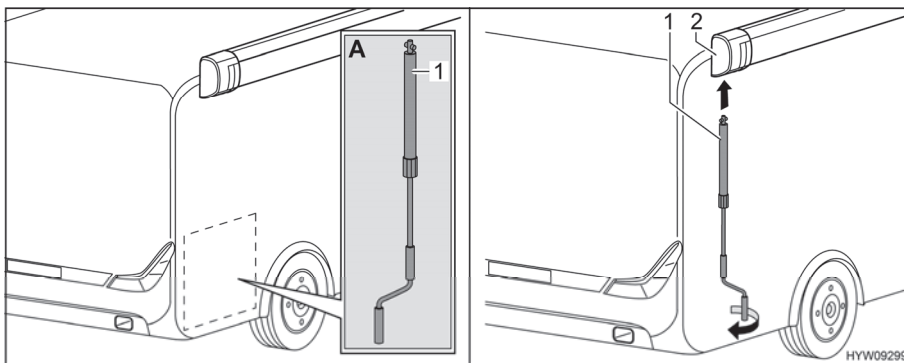

Fig. 49 Applicazione manovella
- Rimuovere la manovella (Fig. 49,1) dal vano di stoccaggio posteriore (Fig. 49,A).
- Inserire la manovella nel supporto a baionetta (Fig. 49,2) della tenda.